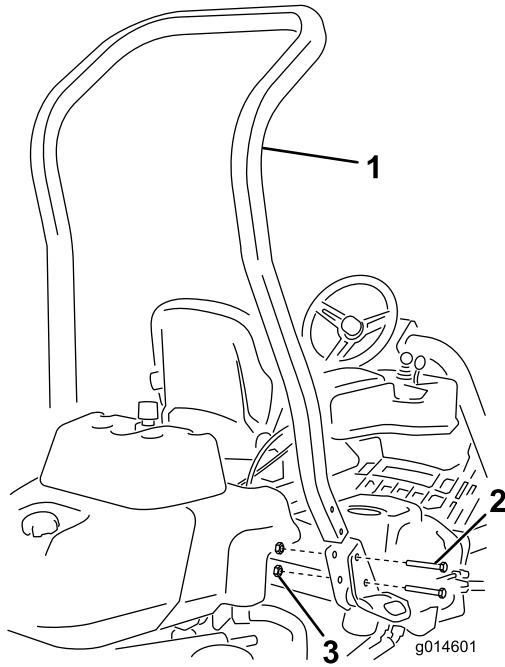

Figura 3
- Fissate il roll bar negli incastri su ogni lato della macchina con 4 bulloni(1/2 x 3-3/4 pollici) e quattro dadi flangiati (1/2 pollice) (Figura 3).